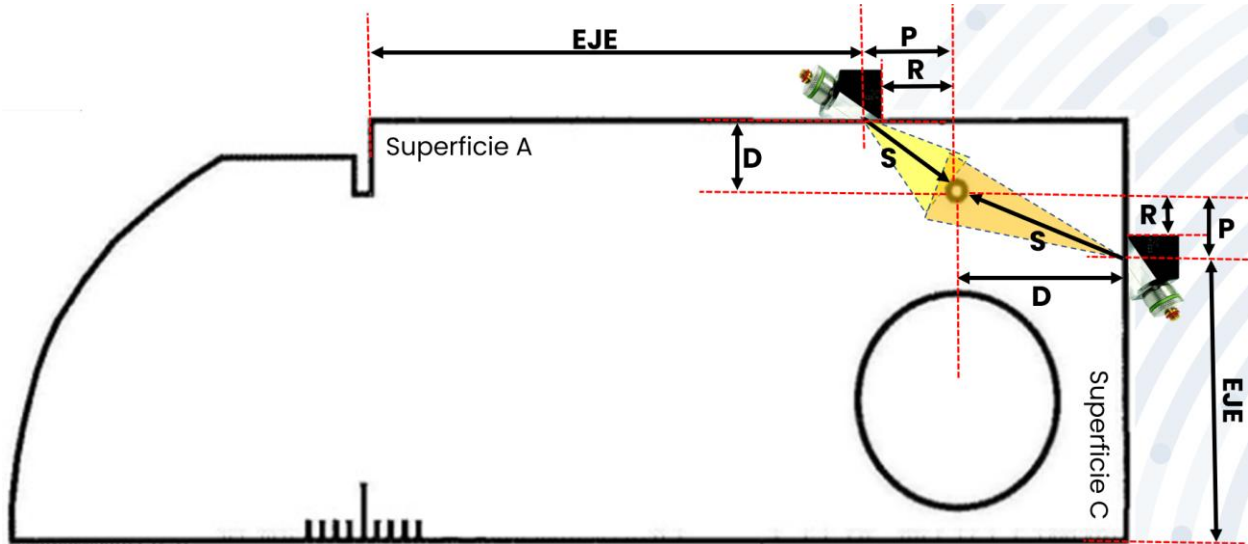

Figura 2. Mediciones para reportar.
Nota: Observar la figura 2 si hay dudas con respecto a las mediciones a reportar.
7.4 En base a la Figura 2 se proceden a tomar las medidas y se vacían en la tabla 2 presente en el Excel adjunto a esta práctica o al final de este documento.